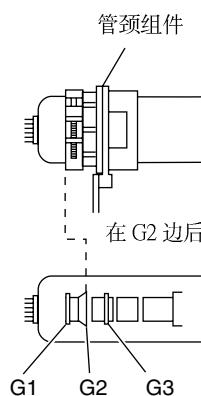
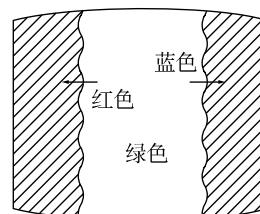

图 6-1
图 6-3
- 管颈部组件的位置如图 6-1 所示。
(见图 6-1 至图 6-3。)